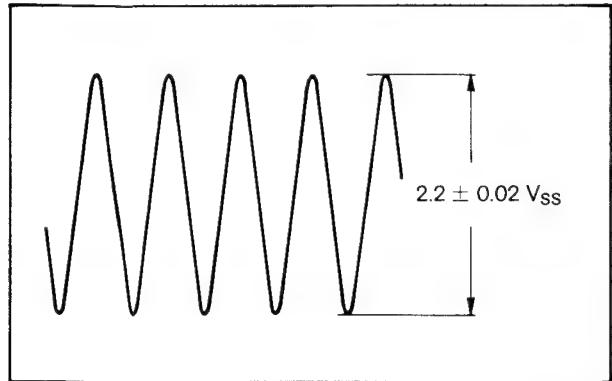

Bild 3-35
2. Tastkopf an TP 2, mit R 3 $2,2 V_{ss}$ einstellen (Bild 3-35).
2. Tastkopf an TP 2, mit R 31 $2,2 V_{ss}$ einstellen (Bild 3-35).
2. Tastkopf an TP 2, während der Aufnahme R 45 so einstellen, daß $2,2 V_{ss}$ bei der Wiedergabe an TP 2 stehen (Bild 3-35).